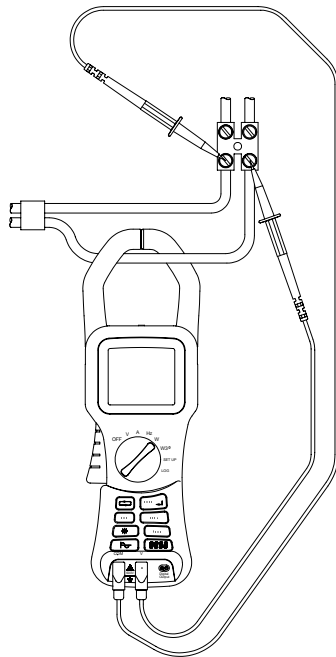

Abb. 4
- Den Zangenöffnungshebel drücken, um die Backen zu öffnen und sie, wie in Abb. 4 dargestellt, um den stromführenden Leiter herumzulegen.
- Bei Anschluß nach Abb.4, Leistungsmessung; bei angeschlossenen Leitungen wobei der stromführende Leiter von der Zange umschlossen wird, zeigt das Instrument die Frequenz der Stromquelle (bei Strömen  $> 10A$  RMS) an. Bei  $A_{eff} < 10A$  wird die Spannungsfrequenz gemessen (bei  $V_{eff} > 1V$ ). Anderfalls wird ---.- angezeigt.